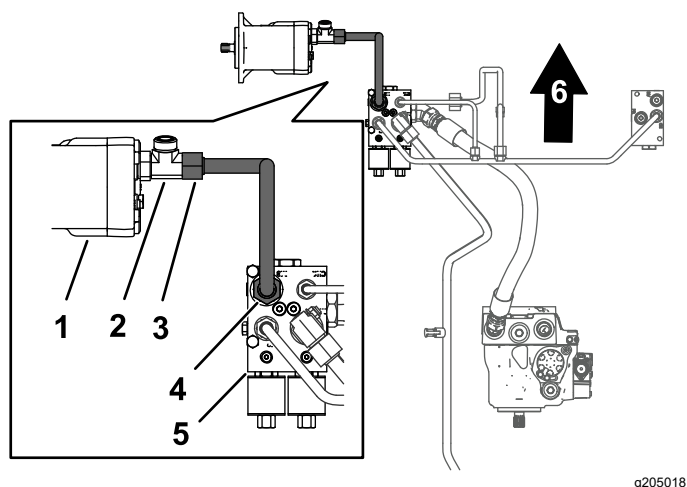

図 11
1. 走行モータチューブのナットを走行モータとフローデバイダマニホルドの各フィッティングに合わせて取り付ける 図 11。